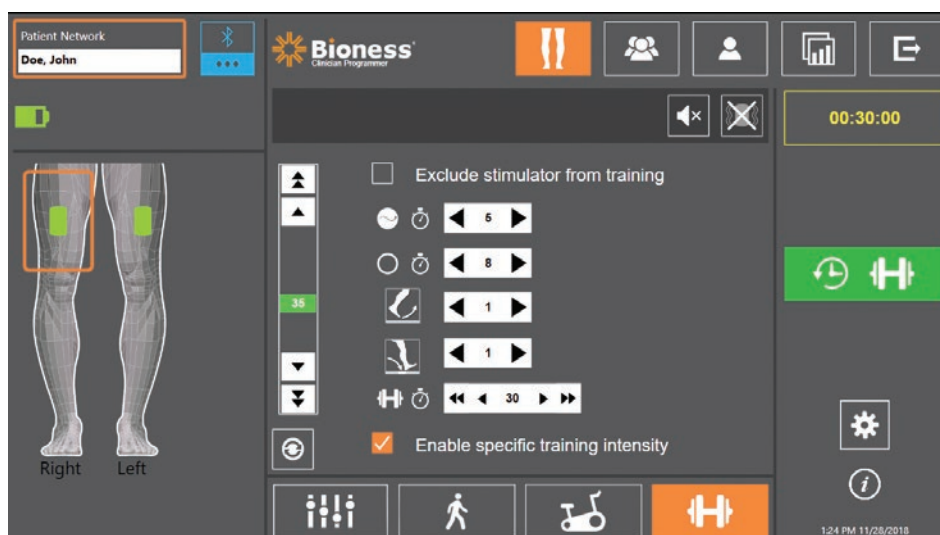

Figura 9-9: Programarea stimulării, ecranul Setări pentru antrenament
- Se va deschide ecranul Setări pentru antrenament. Consultați Figura 9-9.